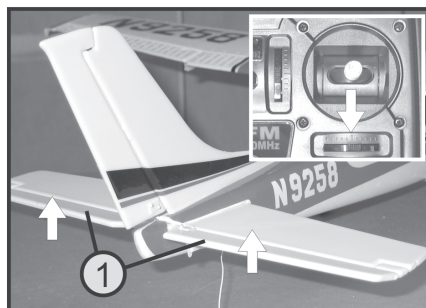

Figure 16b
- Quand vous tirez le levier de commande droit de l'émetteur (voir fig. 2, pos. 4) vers le bas, le volet de la gouverne de profondeur (1) doit braquer d'env. 1 cm vers le haut, voir figure 16b.